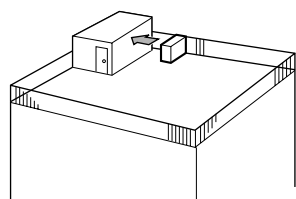

Fig. 2-3
- Coloque la salida de aire de frente a la pared más próxima a una distancia de unos 50 cm, 19-11/16 inch de ella. (Fig. 2-3)